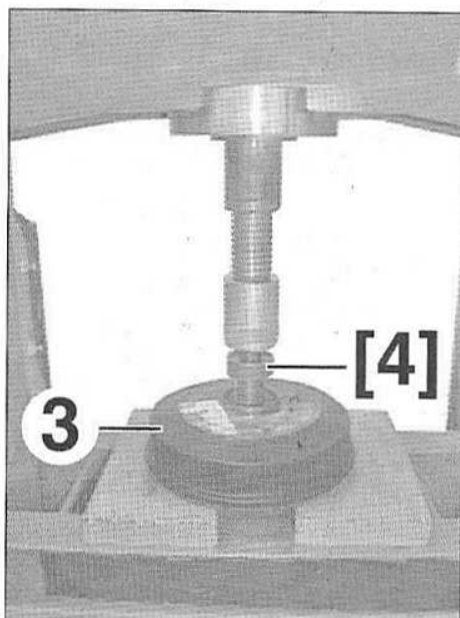

FIG.52
- Placer le tambour (3) sous une presse, face extérieure vers le haut, et intercaler l'outil [4] (Fig.52).